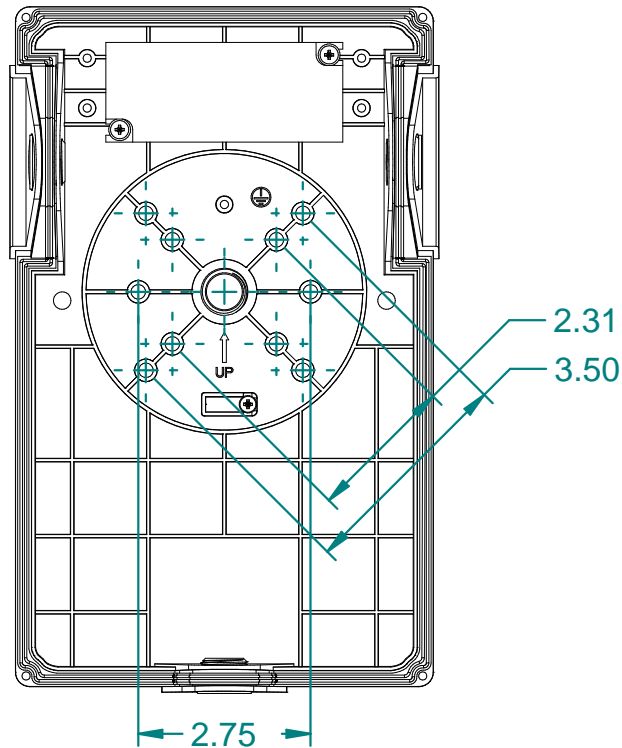

Fig. 5
- Also firmly grasp both sides of the orange connector and gently pull to disconnect. Now the front cover assembly can be placed aside while mounting the backplate shown in Fig 5.
- (See Fig. 5) Only drill the cast pattern that matches your junction box. (Junction box and junction box screws provided by others).
- Saisissez également fermement les deux côtés du connecteur orange et tirez doucement pour le déconnecter. Maintenant, le couvercle avant peut être placé de côté lors du montage de la plaque arrière illustrée à la figure 5.
- (Voir Fig. 5) Ne percez que le modèle moulé qui correspond à votre boîte de jonction. (Boîte de jonction et vis de boîte de jonction fournies par d'autres).